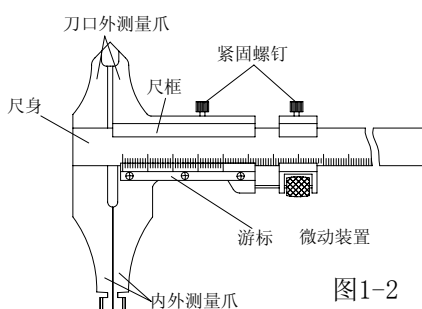

图1-2
2.双面卡尺的上量爪为刀口形外量爪，下量爪为内外量爪，可测内外尺寸（图 1-2）。